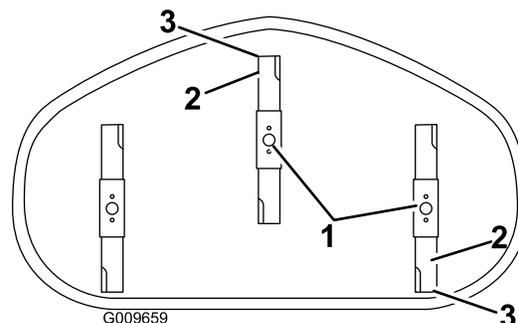

Figure 58
4. Faites pivoter les lames avec précaution pour faire passer les pointes avant à l'arrière (Figure 58).
5. Mesurez la distance entre la pointe de la lame avant et la pointe de la lame arrière par rapport à la surface plane (Figure 58). Si la pointe avant de la lame n'est pas de 1,6 à 7,9 mm (1/16 à 5/16 po) plus basse que la pointe arrière, réglez le contre-écrou avant.
8. Une fois le réglage effectué, vérifiez à nouveau l'inclinaison avant/arrière des lames. Poursuivez le réglage de l'écrou jusqu'à ce que la pointe avant de lame soit de 1,6 à 7,9 mm (1/16 à 5/16 po) plus bas que la pointe arrière (Figure 58).